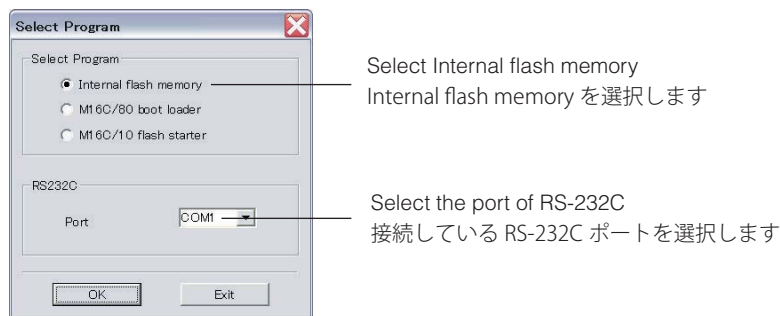

Fig. 3
3. Start up FlashSta.exe, the screen will appear as shown below. (Fig. 3)
すると下記の画面が表示されます。(Fig.3)
4. Select the port and data to be transmitted. (Fig. 3)
4. 送信データ、ポートを選択します。(Fig.3)